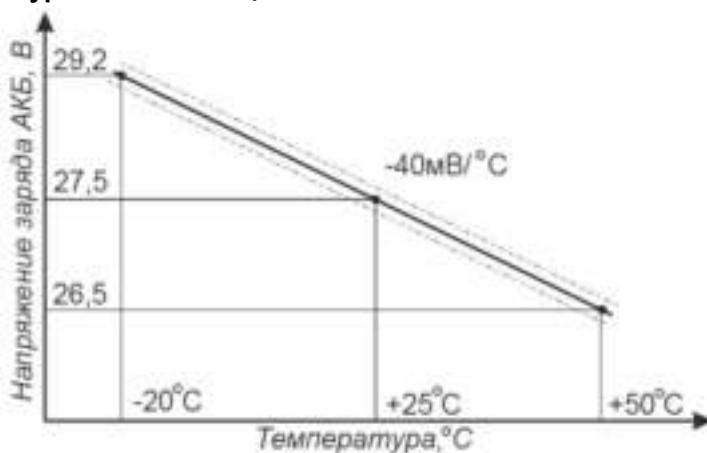

Рисунок 2 – Зависимость напряжения заряда АКБ от температуры
Схема изделия предусматривает температурную компенсацию напряжения заряда АКБ с коэффициентом термокомпенсации  $-(40...38) \text{ мВ}/^\circ\text{C}$ . Зависимость напряжения заряда от температуры приведена на рис.2.
**Без установки термодатчика заряд батареи осуществляется без термокомпенсации, при этом напряжение заряда АКБ будет соответствовать значениям, установленным для температуры окружающей среды +25°C (см. рис. 2)**